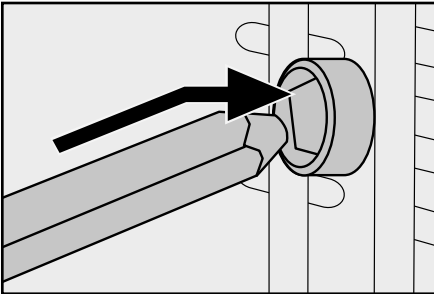

Abb. 1: Drehspieß **16** in den Antrieb **1** schieben.
- Schieben Sie zuerst das Ende des Drehspießes **16** ohne Nut in den Antrieb **1** (Abb. 1):